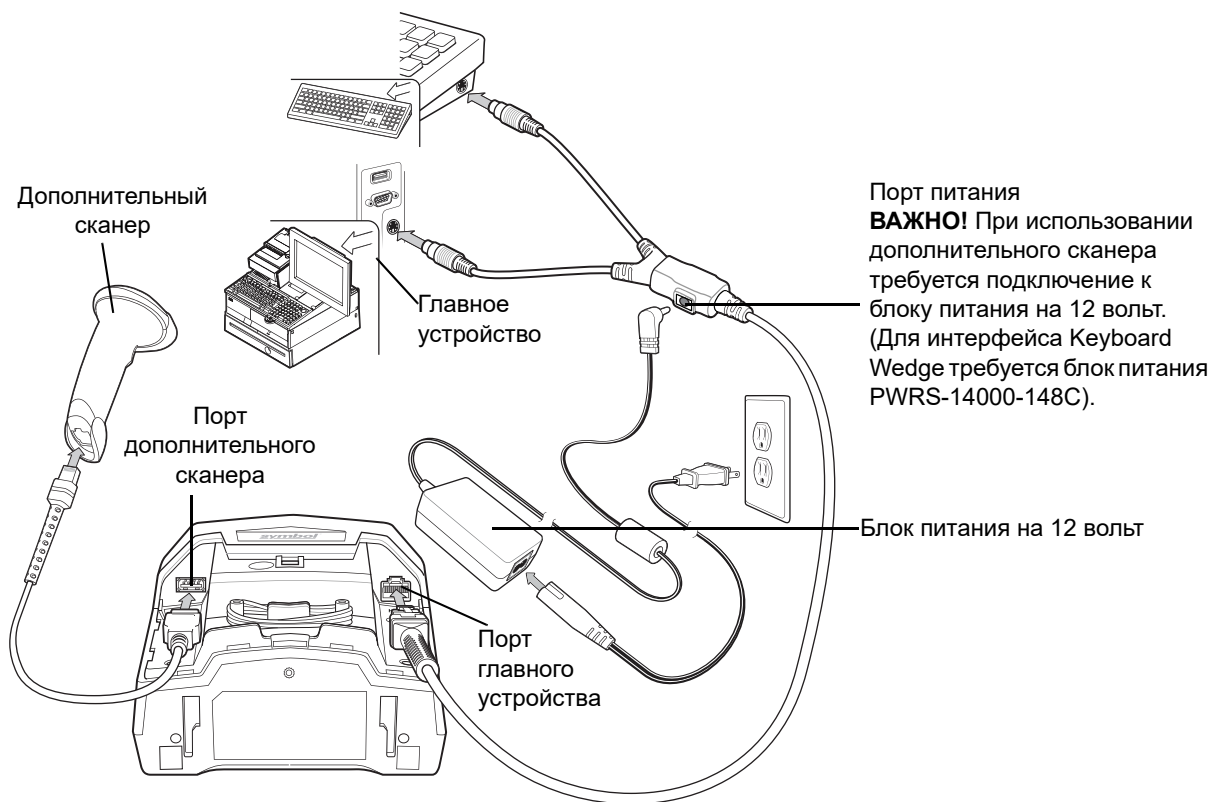

Рис. 10-2 Подключение Keyboard Wedge — с дополнительным сканером/внешний блок питания
- DS7708 подключается непосредственно к главному компьютеру и клавиатуре с помощью Y-кабеля Keyboard Wedge, а дополнительный сканер подключается к DS7708. При использовании дополнительного сканера требуется подключение к блоку питания на 12 В (см. Рис. 10-2).
- б. Подключите внешний блок питания на 12 В, как показано на Рис. 10-2.